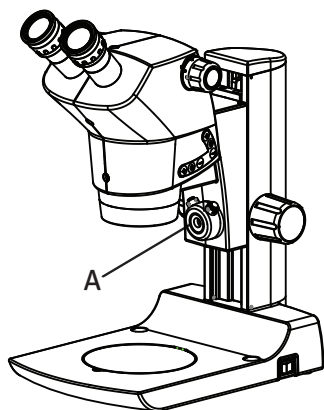

Fig.2
1. Abra el soporte tubular con una llave Allen de 4 mm y fije los conectores de acoplamiento con cuidado (A). Consulte la Fig. 2.